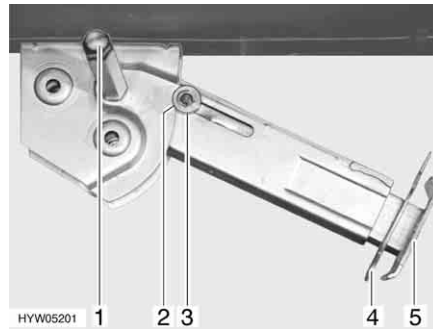

Bild 22 Hubstütze
- Am Sechskant (Bild 22,1) den Steckschlüssel aufstecken und drehen, bis die Hubstütze senkrecht nach unten steht.
- Splint (Bild 22,4) aus der Stützfußverlängerung (Bild 22,5) herausziehen.
- Am Sechskant (Bild 22,1) den Steckschlüssel aufstecken und drehen, bis die Hubstütze wieder vom Boden frei ist.
- Stützfußverlängerung (Bild 22,5) ganz einschieben und Splint (Bild 22,4) in die vorgesehene Bohrung an der Stützfußverlängerung stecken.
- Mit Steckschlüssel am Sechskant (Bild 22,1) drehen, bis Hubstütze nach oben geschwenkt und die Führungsscheibe (Bild 22,3) vollständig in die Kerbe (Bild 22,2) eingefahren ist.